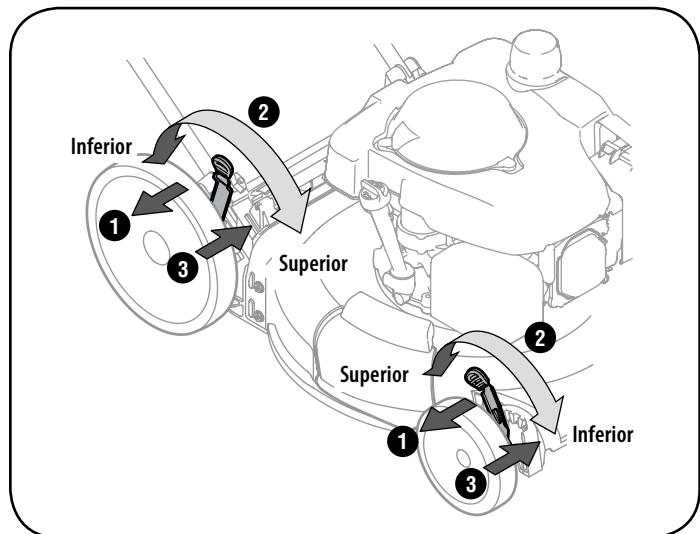

Figura 10
2. Muévala a cualquier de las posiciones para la altura de corte deseado. Vea la Figura 10.